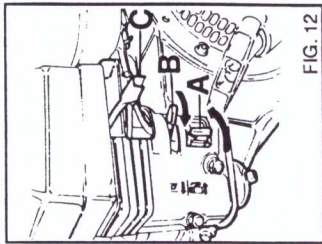

FIG. 12
- 1) Posizionare la leva del rubinetto benzina A in posizione ON (fig. 12).
- 2) Posizionare la leva di avviamento B sulla posizione starter (fig. 12). Se il motore è caldo o la temperatura ambiente è elevata riportare la leva in posizione originaria appena avviato il motore.
- 2) Posizionare la leva del rubinetto benzina A sulla posizione OFF (fig. 12).